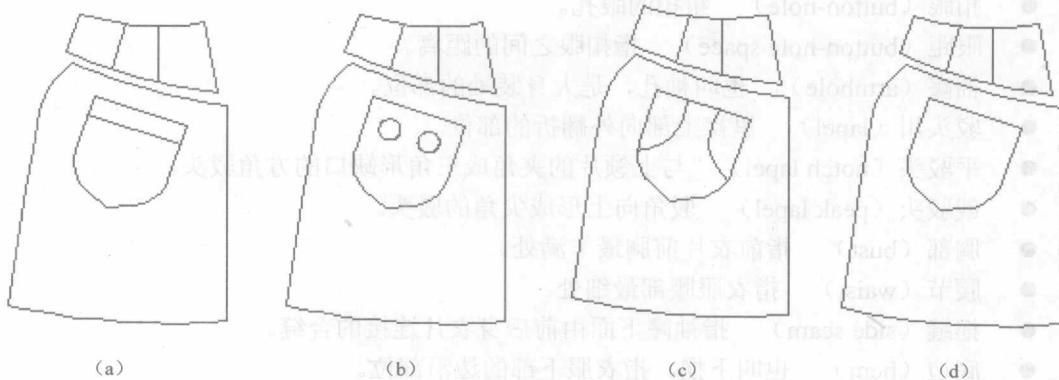

图 1-1 口袋样式的变化
(1) 利用 AutoCAD 的绘图编辑功能可快速设计个性化的服装。AutoCAD 有功能齐全的编辑命令群, 如“复制”、“镜像”、“旋转”、“放缩”等, 可使设计师在基础图样上随意修改服装的结构、款式, 迅速产生新的作品。如图 1-1 (a)、图 1-1 (b)、图 1-1 (c) 所示的口袋式样就是在图 1-1 (d) 的基础上, 经过简单的编辑操作而派生出来的多种款式。